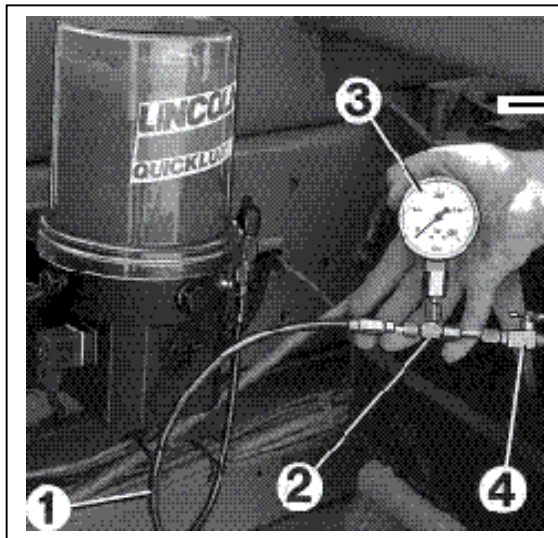

Рис. 31 – Проверка работоспособности предохранительного клапана
- * Подключите манометр (0-600 bar; 0-8708 psi) на предохранительный клапан (рис. 31) .